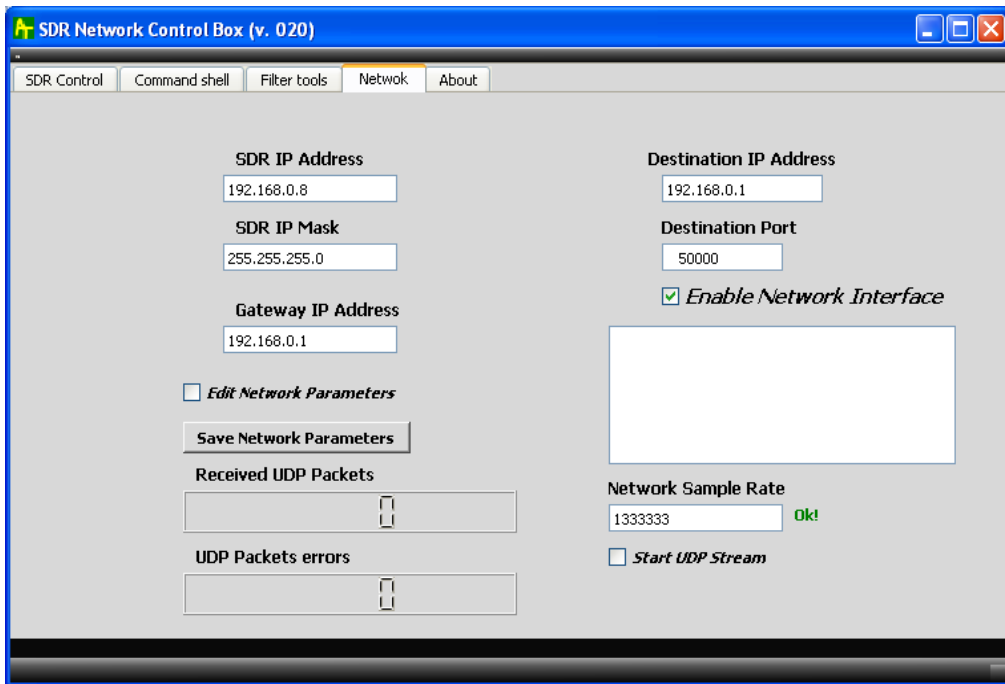
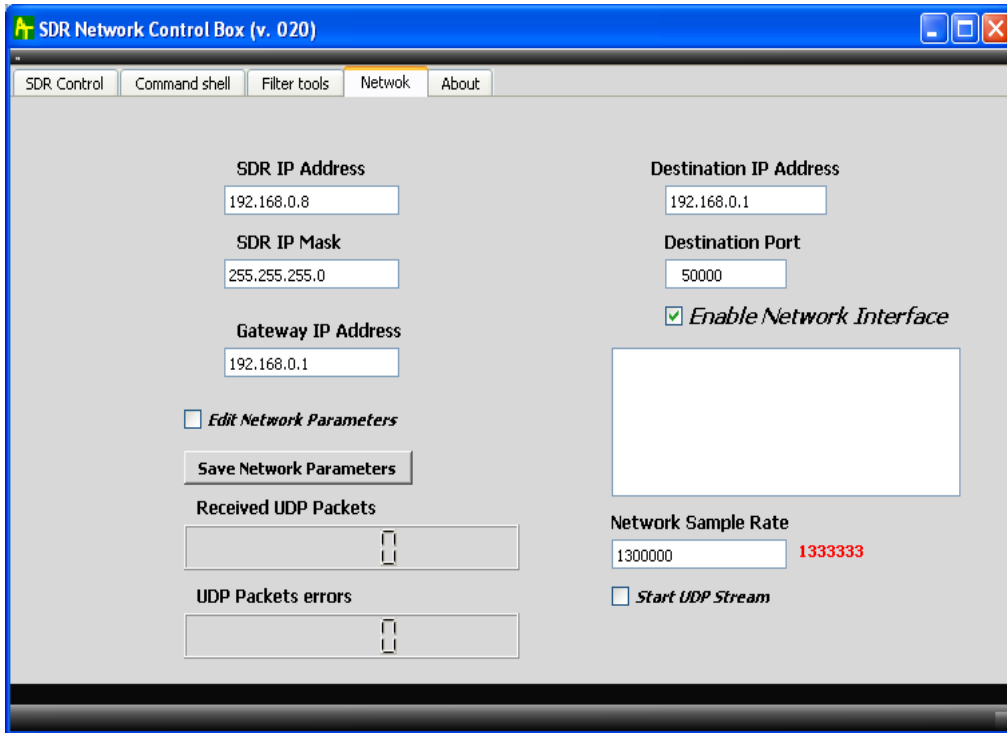

Figure 6 Network Tab (correct sample rate value).
Figure 7 Network Tab (non correct sample rate value)
На этой залкадке сосредоточены все параметры необходимые для обеспечения работы SDR Network Control Box в качестве Winrad plug-in, при подключении AFEDRI SDR-Net к персональному компьютеру с помощью сетевого интерфейса. Копия экрана с активной залкадкой «Network» приведена на Figure 6 и Figure 7. Функциональное назначение кнопок и текстовых окон расположенных на данной залкадке зависят от используемого интерфейса для передачи данных и управления - USB или сетевого.
3.3.9. Текстовое окно «**Network Sample Rate**» - служит для изменения частоты выборки сигнала при работе приемника через сетевой интерфейс. Начиная с версии 20 в программе «SDR Network Control Box» введен контроль за соответствием частоты выборки, заданной пользователем, и ближайшего реально возможного значения определяемого внутренней архитектурой микросхемы AFEDR18201PFBR (см. пункт 3.2.3). Если значение введенное пользователем соответствует оптимуму, то рядом с текстовым окном «**Network Sample Rate**» появится надпись «Ok!» - зеленого цвета (см. **Figure 6**). В случае когда введенное значение отличается от оптимального, то рядом с текстовым окном «**Network Sample Rate**» появится ближайшее оптимальное значение, окрашенное красным цветом (см. **Figure 7**).